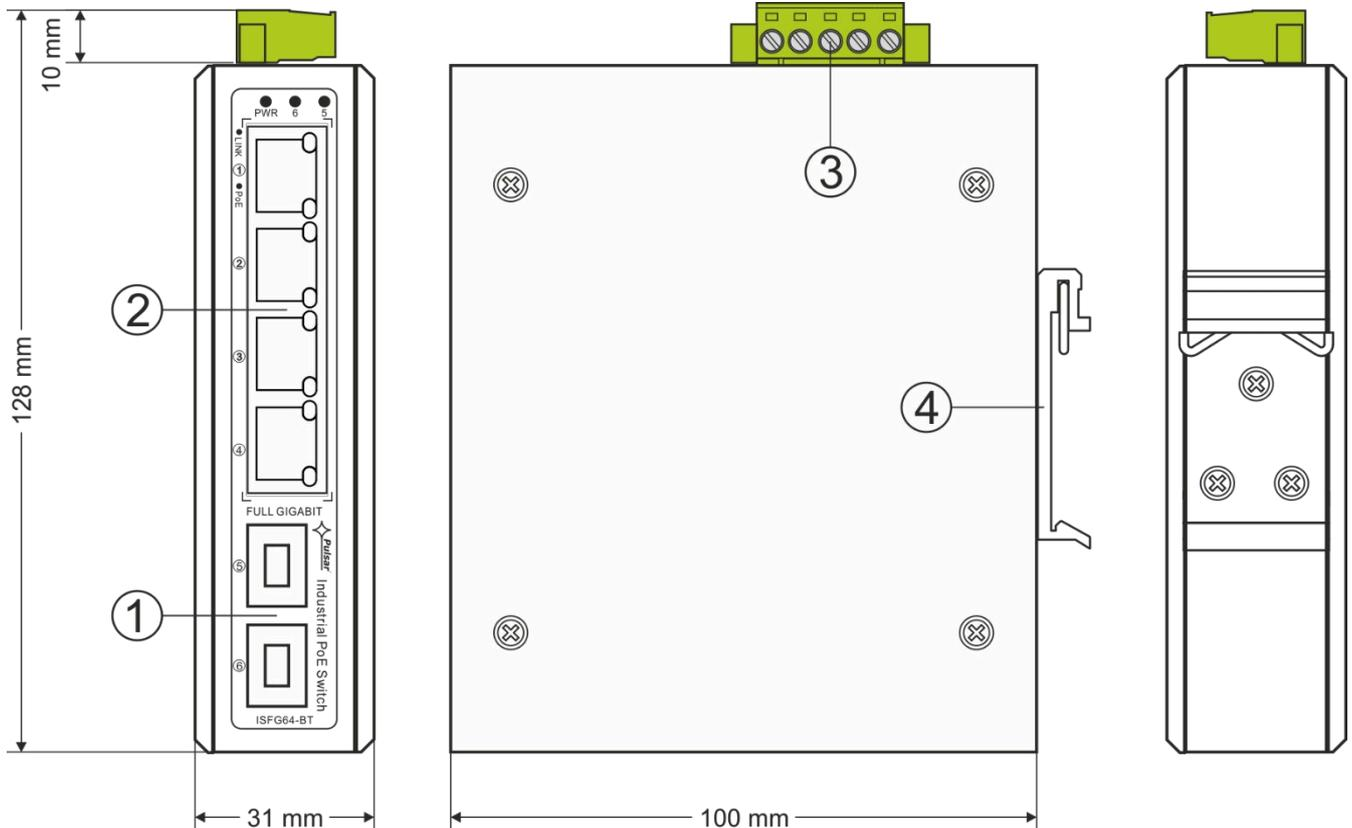

Fig. 2. Vue de l'interrupteur.
1.3 Description des composants et des connecteurs. Tableau 1. (Voir Fig. 2)
Composant No. (Fig. 2)	Description